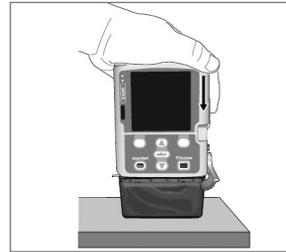

Figura 4: Asegurar el casete
4. Coloque la bomba en posición vertical sobre una superficie firme y plana. Luego, presione hacia abajo el lado del pestillo de la bomba para que el casete se fije bien contra la bomba. Vea la figura 4.